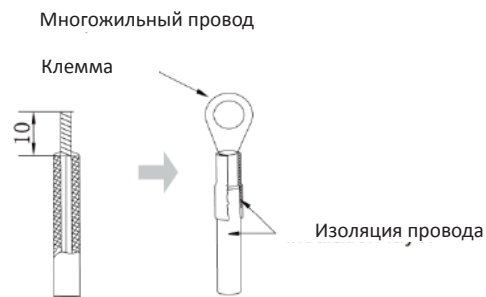

Рис. 5.1.2
(2) Подключение многожильного кабеля (см. рис. 5.1.2)